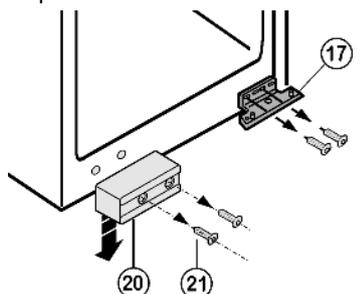

Fig. 14
- ▶ démonter la sécurité de transport de la porte *Fig. 14 (20)*.
- ▶ Dévisser le support d'appui *Fig. 14 (17)* inférieur.
- ▶ Visser depuis l'extérieur, le support d'appui *Fig. 14 (17)* du côté opposé à travers le troisième et sixième trou oblong.
- ▶ Visser la sécurité de transport de la porte *Fig. 14 (20)* sur le côté opposé.